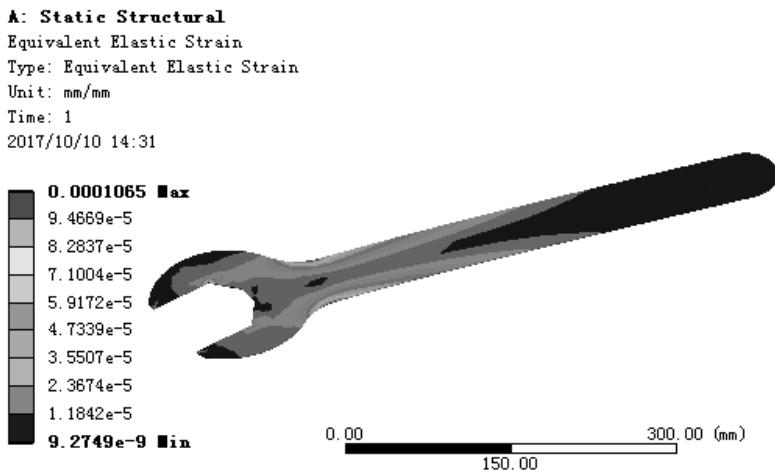

图 7.5.25 应变结果图解
(4) 查看应变结果图解。在“Outline”窗口中选中 Equivalent Elastic Strain，查看图 7.5.25 所示的应变结果，其最小应变为 9.2749×10^{-9} mm/mm，其最大应变为 0.0001065 mm/mm。